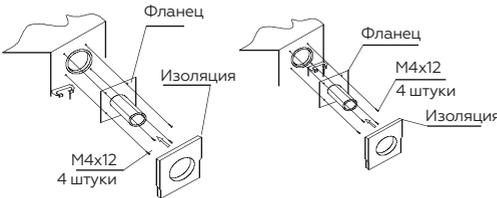

Рис. 16
7. Закрепите фланец и заизолируйте его (Рис. 16).